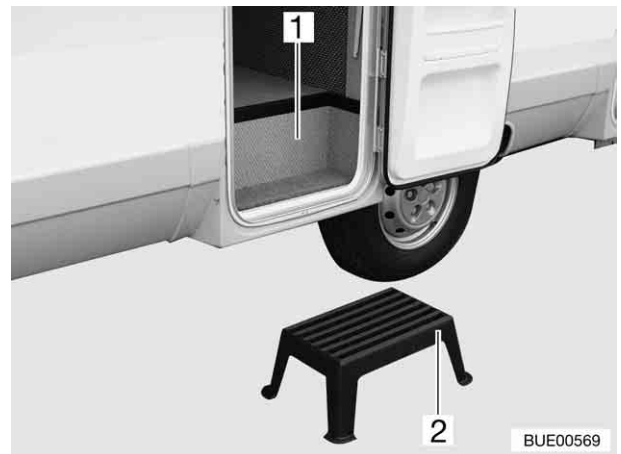

Fig. 3 Marchepied
- ▶ Veiller à ce que le marchepied (Fig. 3,2) repose sur un sol ferme et plan. Ceci évite le marchepied de basculer sur le côté.
- Une marche (Fig. 3,1) est moulée dans le seuil du camping-car.
- Poser le marchepied (Fig. 3,2) devant l'entrée du véhicule.